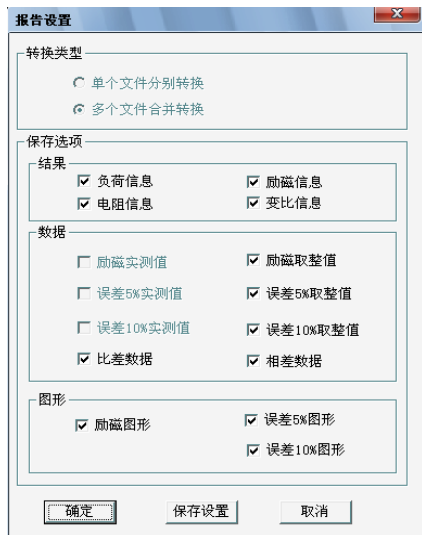

图 3.5 单个文件分别转换报告设置界面
- 1、选择文件: 用鼠标选择单个文件, 按住 **ctrl** 键可以选择多个试验文件, 或按**全选**选择所有文件, 再点击**生成报告**, 弹出**报告设置**对话框如图 3.5。